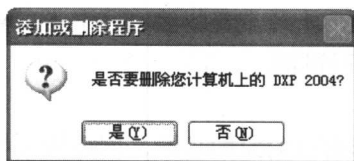

图 1-15 确认删除程序
►步骤 3: 这时系统将弹出确认删除程序的对话框, 如图 1-15 所示。单击 **是(Y)** 按钮, 系统将开始删除程序。